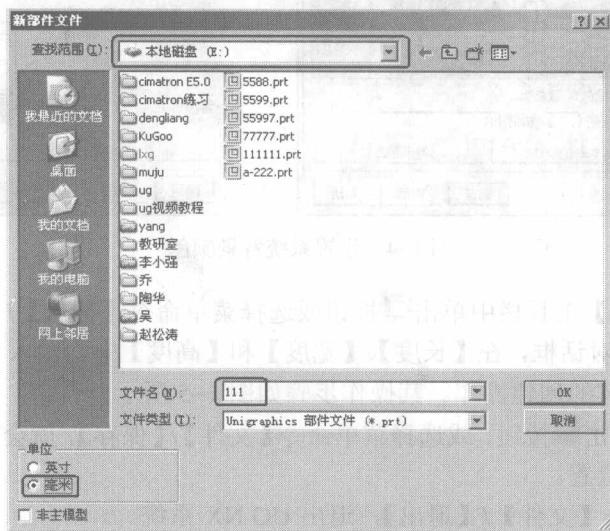

图 1-3 创建新部件文件
2) 建立一个新的 UG NX 文件。在 UG NX 初始界面的【标准】工具栏中单击 按钮，或选择菜单命令【文件】/【新建】，弹出【新部件文件】对话框，选取新文件在磁盘上的存放位置，并在【文件名】中输入“111”，作为新文件名。在【新部件文件】对话框的【单位】栏中选中“毫米”单选按钮，以符合国家标准。其操作步骤如图 1-3 所示。